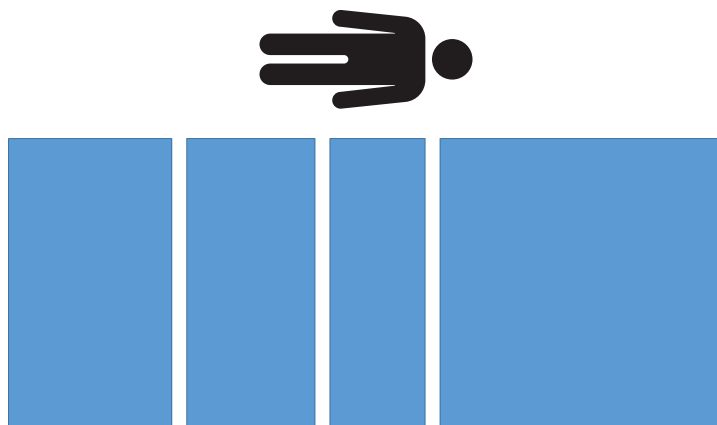

Figura 17 – Test de excentricitate - fără masă
5. Îndepărtați toate greutățile calibrate de pe produs (Figura 17).